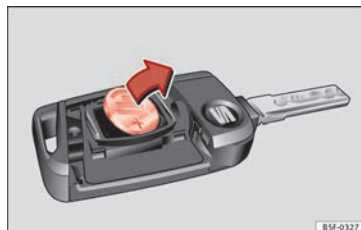

Bild 133 Bilnyckeln: ta ut batteriet
- Ta ut batteriet ur facket med ett tunt, spetsigt verktyg » bild 133.
- Placera det nya batteriet i batterifacket som bilden visar » bild 133, dvs. i motsatt riktning till pilen » ❷.